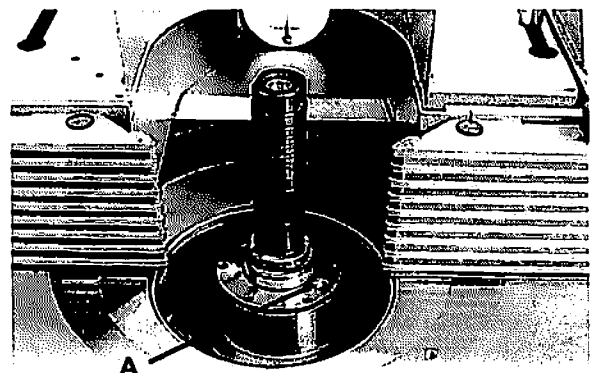
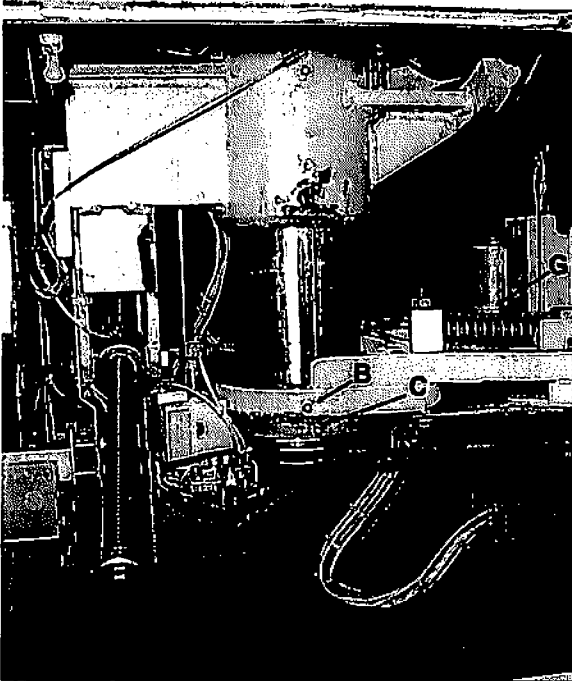

Bild 6.1
Bild 6.2
- Die Fettnippel A (Bild 6.1) und B, C, (Bild 6.2) mit der mitgelieferten Fettpresse schmieren. Dabei sollte jeder Nippel ca. 5 Stöße mit der vorher auf Funktionstüchtigkeit geprüften Fettpresse erhalten.